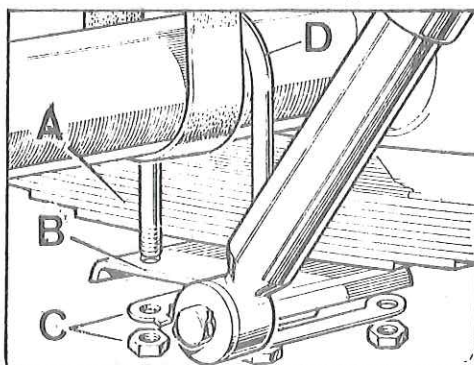

Fig. E -60 Bridas de ballesta (Modelo 88'')
1.06. Soltar amortiguador de su amarre al cárter eje, E (Fig. E -60 bis). Solo modelo 109''.
Fig. E -60 bis Bridas de ballestas (Modelo 109'')
- 2.04. Instalar la placa de asiento, B (Fig. E -60), las bridas de ballestas y placas fijador.
- 2.07. Montar amortiguadores sobre el cárter eje, fijándoles con sus elementos, E (Fig. E -60 bis). Solo en modelo 109".